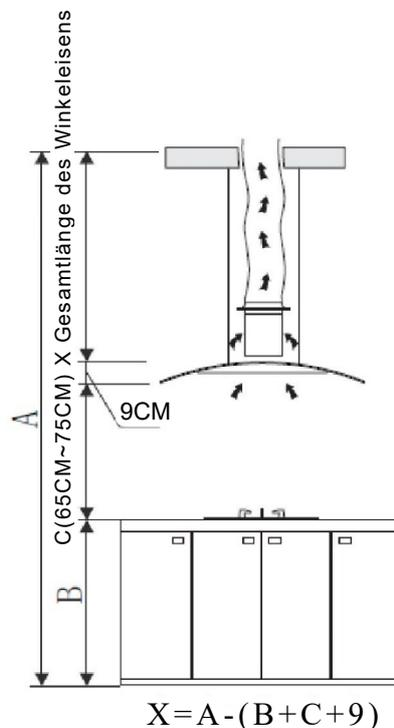
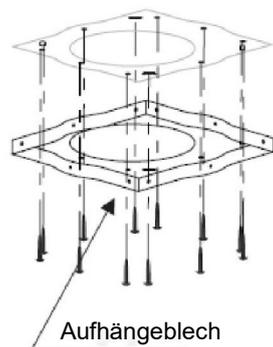

Abb. 1
Abb. 2
2. Die Abzugshaube sollte für eine optimale Leistung 65-75 cm über der Kochfläche aufgehängt werden. Siehe Abb. 1
3. Die Decke muss ein Gewicht von mindestens 120 kg tragen können, und die Dicke der Decke muss ≥ 30 mm betragen, siehe Bild 2, bohren Sie 1*170 mm rundes Loch in die Decke.
4. Je nach Aufhängeblech bohren Sie 12 Löcher in die Decke, siehe Bild 2. Befestigen Sie es mit 12 Stück ST6*40 mm großen, flachen Schrauben an der Decke. Verbinden Sie dann das Winkelblech mit 8 Stück M4*10-Schrauben und M4 Mutter mit Unterlegscheibe mit dem Aufhängeblech. Siehe Bild 1, berechnen Sie die Gesamtlänge des Winkelblechs und verwenden Sie 16 Stück M4*10 mm große flache Schrauben und M4 Mutter mit Unterlegscheibe, um das Winkelblech mit einem weiteren Winkelblech zu verbinden (die Überlappungslänge des Winkelblechs sollte nicht kleiner als 100 mm sein).